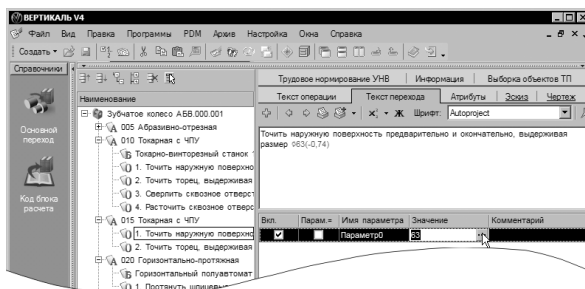

Рисунок 30
19. Установите курсор на переход 1 операции 015. Перейдите на вкладку **Текст перехода**. Установите курсор на значении параметра перехода (рис. 30), и нажмите кнопку выбора значения. ■■■